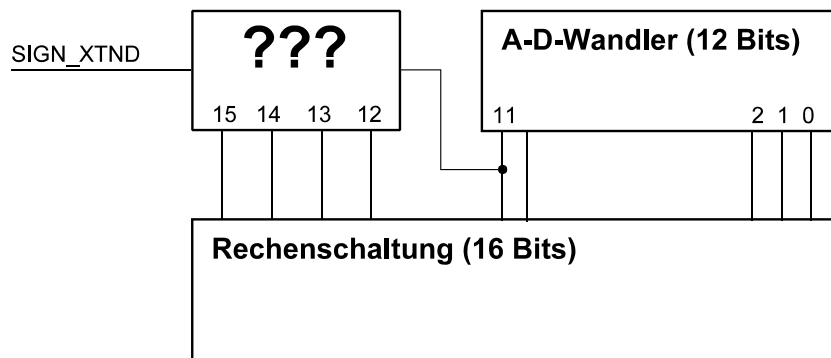

Abb. 7
9. Entwerfen Sie eine Erweiterungsschaltung, die zwischen Vorzeichen- und Nullerweiterung umschaltbar ist (Abb. 7). Sie soll 12-Bit-Werte eines A-D-Wandlers in eine 16-Bit-Rechenschaltung eingeben. Es genügt, die Bitpositionen 15...12 darzustellen. Funktionsweise: